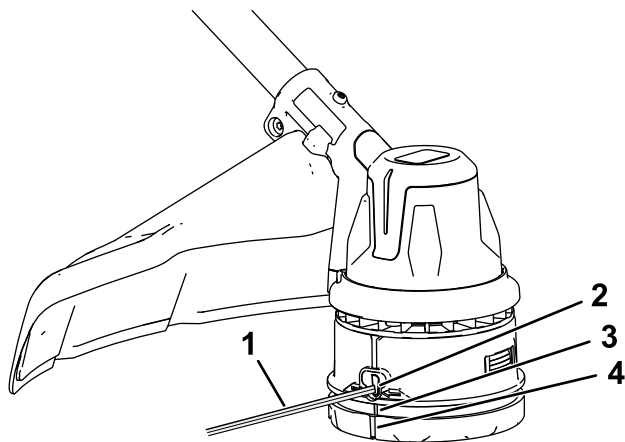

Figura 15
4. Pulse y gire el cabezal de choque en el sentido indicado por las flechas de la parte inferior del cabezal de choque (sentido horario) hasta que las marcas laterales del cabezal estén alineadas con las marcas situadas debajo de los ojales (Figura 15).